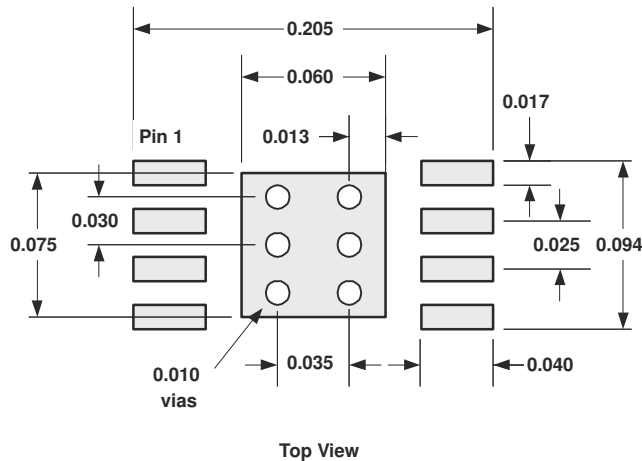
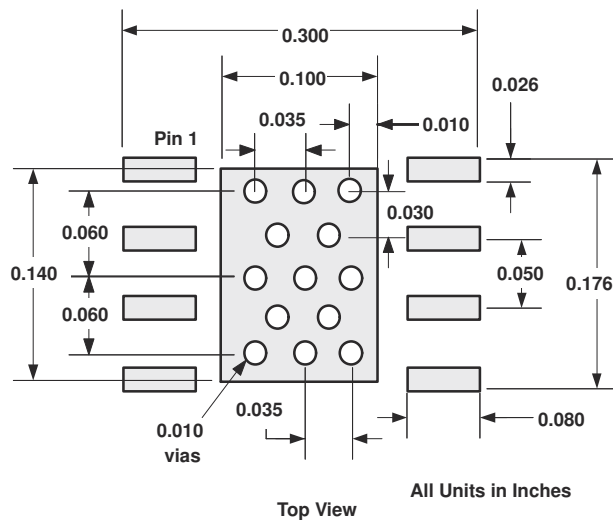

図 8-14. DGN PowerPAD™ IC パッケージ PCB エッチングおよびビアパターン
図 8-15. DDA PowerPAD™ IC パッケージ PCB エッチングおよびビアパターン
1. 図 8-14 と 図 8-15 に、PCB 上面のエッチングパターンが示されています。リードとサーマルパッドそれぞれにエッチングが必要となります。